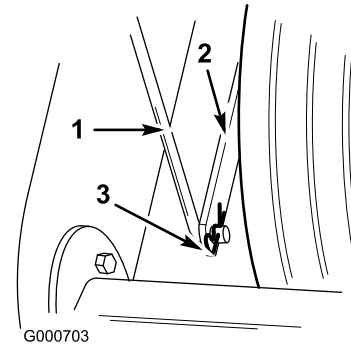

Figura 6
7. Fije con una chaveta el extremo inferior de la varilla de control de altura al soporte situado sobre el soporte de la rueda delantera (Figura 6).